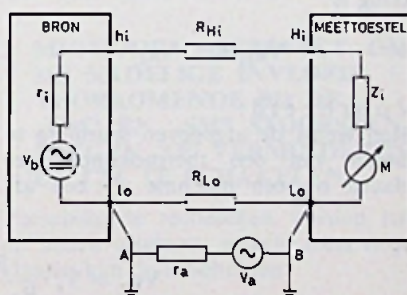

Fig. 1
a. Meettoestel en bron liggen beide met de koude (lage, low) klem aan de massa (zie fig. 1).